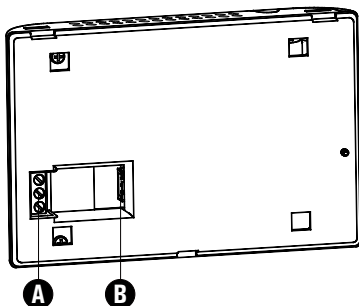

Fig. 4
1. Ouvrir le volet d'accès au logement des piles (Fig. 4).
Connecter l'éventuelle sonde à distance ou l'interface téléphonique au connecteur 'B' indiqué en Fig. 4. La charge doit être reliée à la borne 'A' indiquée en Fig. 4.